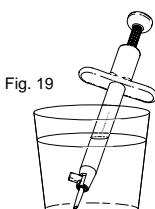

Fig. 19
4. Den fullstendig monterte injektoren plasseres med spissen ned i en beholder med BSS for å opprettholde hydrering av linsen. (Fig.19)